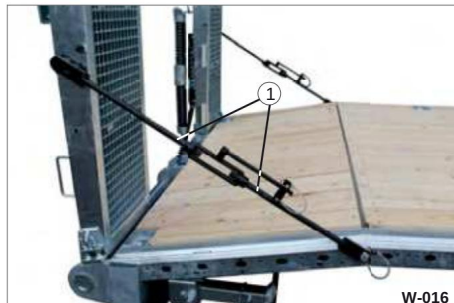

Fig. 19 Smør sikkerhedsstrammer 1
- ÿ Smør gevindstangen (fig. 19 og fig. 19/1) med maskinfedt.